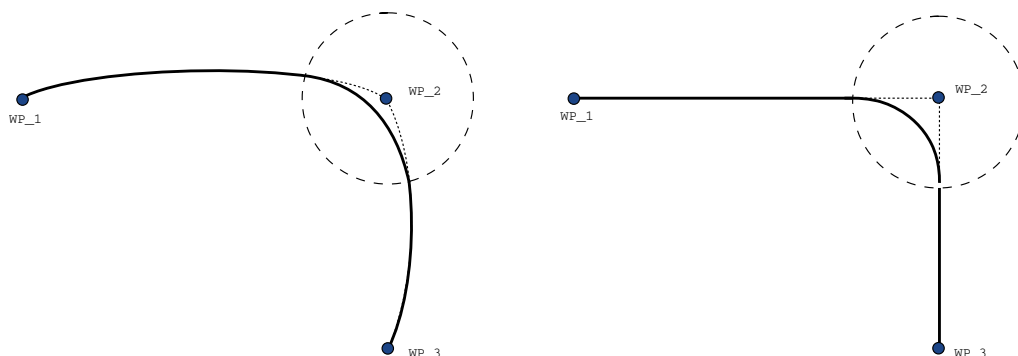

Figura 14.6: Movimento e união do espaço de articulação (MoveJ) versus o espaço cartesiano (MoveL).
A união de espaço de articulação simples (item 1) versus a união de espaço cartesiano simples (item 3) é comparada na figura 14.6. Ela mostra dois caminhos potenciais da ferramenta para conjuntos de pontos de rota idênticos.